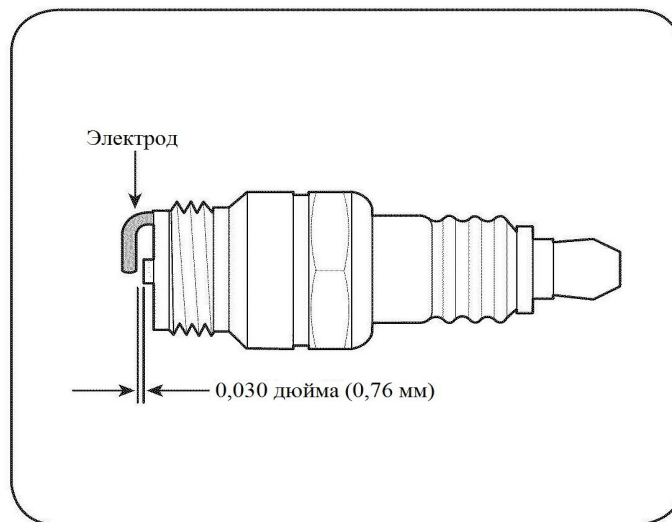

РИС. 11
3. Проверьте зазор проволочным щупом (см. Рис. 11). Значение зазора между электродами свечи должно составлять 0,030 дюйма (0,76 мм). При необходимости отрегулируйте зазор.